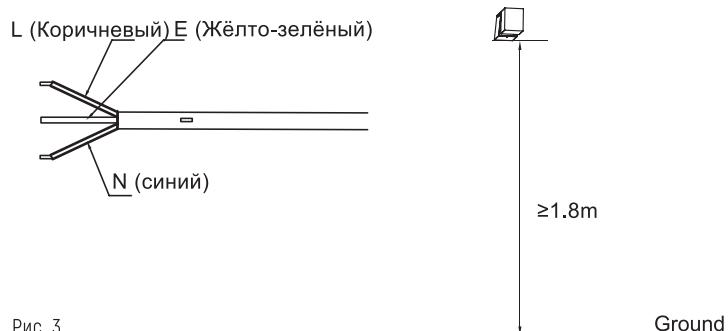

Рис. 3
- Установите розетку питания на стене. Требования к источнику питания: 250 В / 10 А, однофазный, три провода. Рекомендуется размещать розетку справа над водонагревателем. Расстояние розетки от пола должно быть не менее 1,8 м (см. Рис. 3). В случае повреждения шнура питания, его следует заменить, обратившись к производителю, его сервисному агенту или квалифицированным специалистам, чтобы избежать возникновения опасных ситуаций